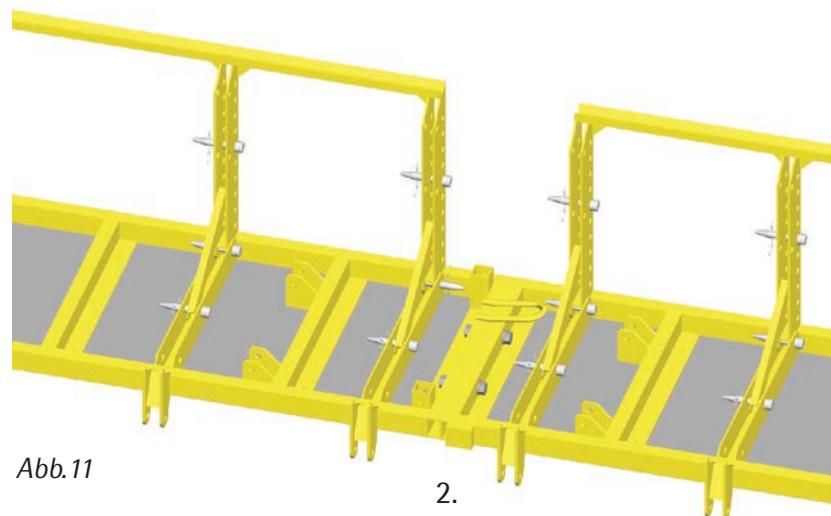
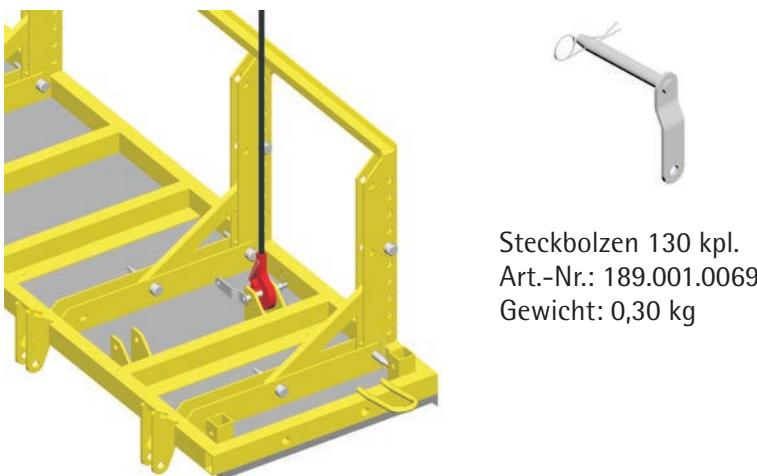

Abb.11
Abb.14
2. Flügel (oder Flügel mit Aufstockwinkel) zusammenführen und die Ober- bzw. Unterteile mit zwei Aufstockschräuben je Rahmen verbinden (Abb. 11 u. 12). Der Transport erfolgt gemäß Abb. 14 auf Seite 11.
2. Zweiten Flügel vorbereiten und entsprechend Abb. 14 transportieren. Die Krananhängung erfolgt über den Steckbolzen 130 kpl. in den Anhängelaschen für die Richtstrebe (2 Anhängungen).